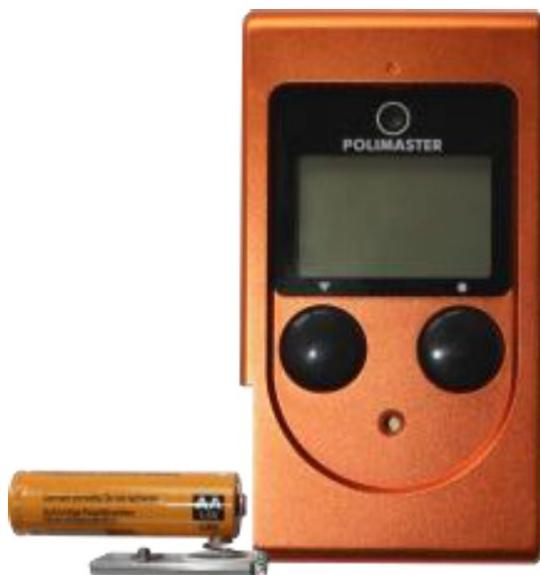

図 3-1 電池を入れる向き（+が奥側）
2. 単3形電池を「+」側が奥になるように入れます。（図 3-1）